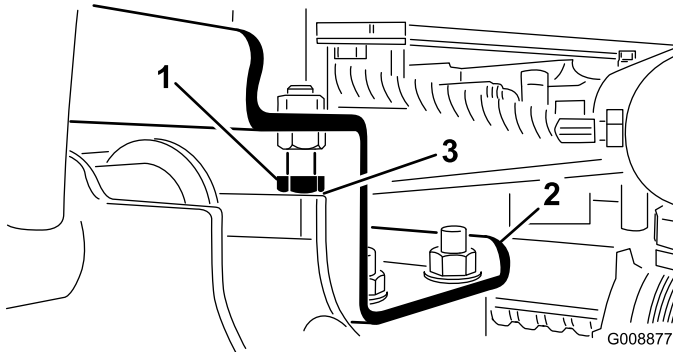

図 11
A. ストップボルトを戻す図 11。
- 2. 各昇降アームとストップボルトとの隙間が 0.131.02 mm の間にあるかどうか点検する(図 11)。この範囲になければストップボルトを調整する。